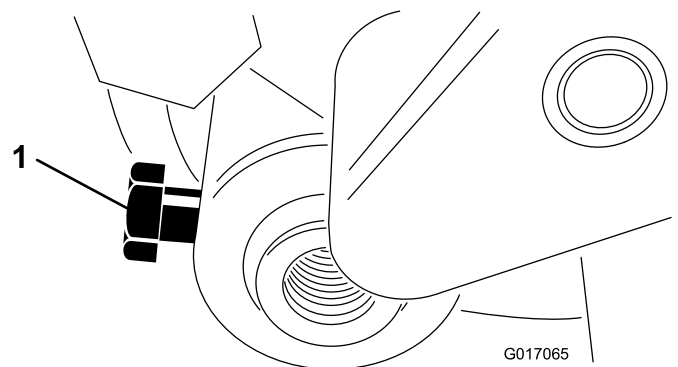

Figura 12
24. Inserte el eje del rodillo en el brazo de ajuste izquierdo y sujételo provisionalmente con un perno (Figura 12).
32. Centre el rodillo entre los brazos de ajuste y apriete los pernos de montaje (**Figura 12**).